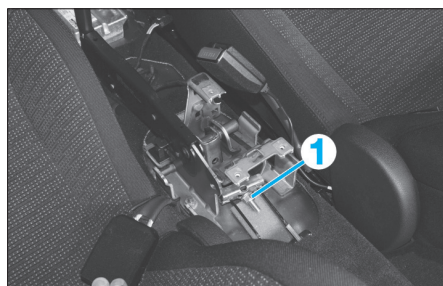

Fig. 21
- Desserrer l'écrou (1) pour détendre les câbles de frein de stationnement (Fig.21).
- Serrer l'écrou (1) jusqu'au début de la tension des câbles.
- Agir sur l'écrou (1) (Fig.21) jusqu'au décollement du levier (6) (Fig.23).